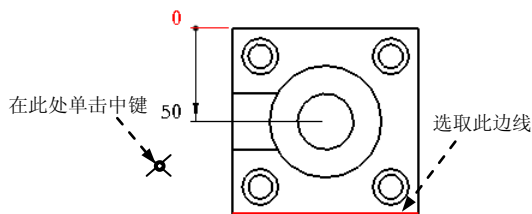
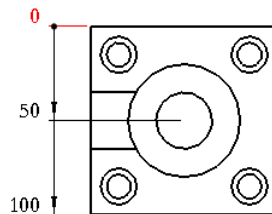

图 5.2.71 选取边线
图 5.2.72 显示尺寸 (二)
Step4. 在  ATTACH TYPE (依附类型) 菜单中选择 On Entity (图元上) 命令，选取图 5.2.71 所示的边线，在图 5.2.71 所示的位置单击中键，此时在视图中显示尺寸，如图 5.2.72 所示。